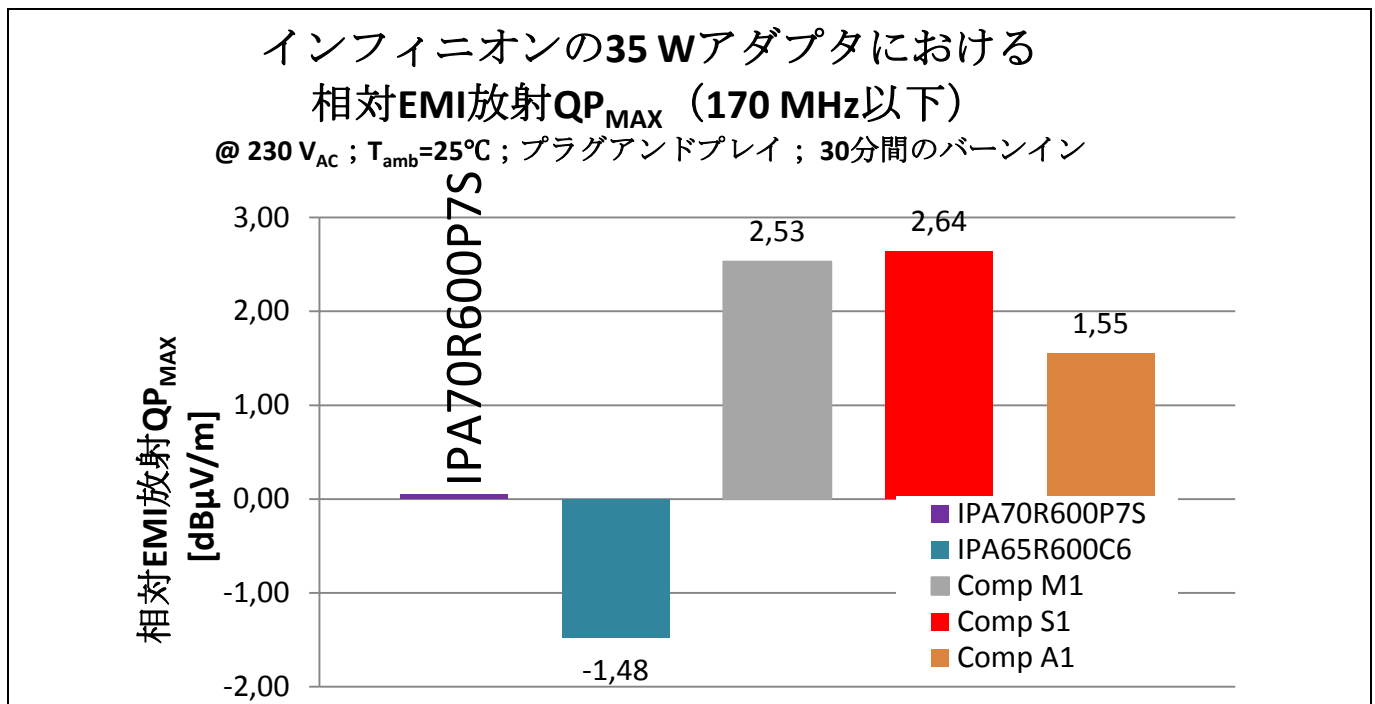

図 15 インフィニオンの 35 W アダプタにおける EN55022B 準拠の放射 EMI の比較
図 15 から、EN55022B 規格の全周波数範囲にわたって、IPA70R600P7S が他のどの競合品よりも小さな最大擬似ピーク (QP) 値であることが分かります。IPA65R600C6 だけが、より良い放射 EMI 特性が得られていますが、ゲート電荷が大きく、一般的に Eoff が大きいいため、効率に関しては後れを取ります。